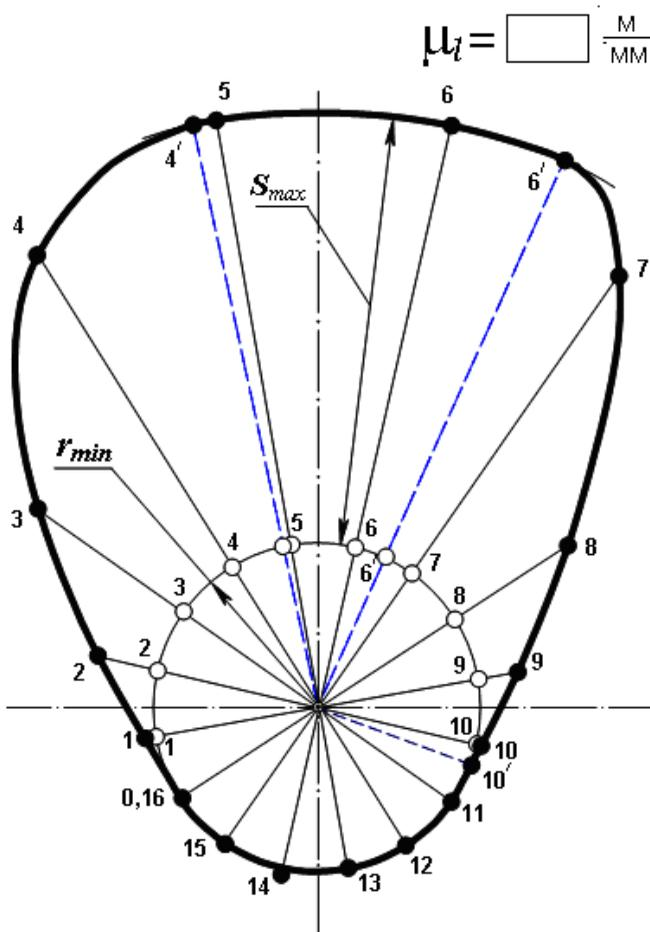

Рис. 3. Профиль кулачка в  $\mu_l$
6. Для заданного кулачкового механизма построить профиль кулачка (см. рис. 3) с указанием масштабного коэффициента (используется шаблон кулачка механизма).